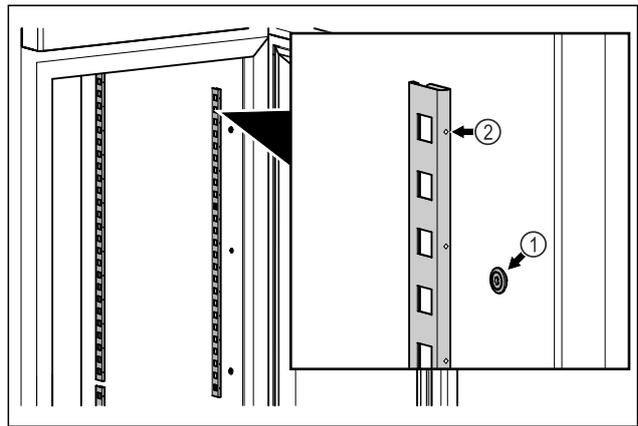

Fig. 85 Représentation à titre d'exemple
- ▶ Accrocher les bandes d'encliquetage dans la suspension Fig. 85 (1). Le repère Fig. 85 (2) doit pointer vers l'avant.